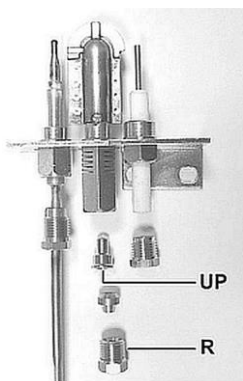

Fig. 3
2. Dévisser le raccord R (fig. 3).